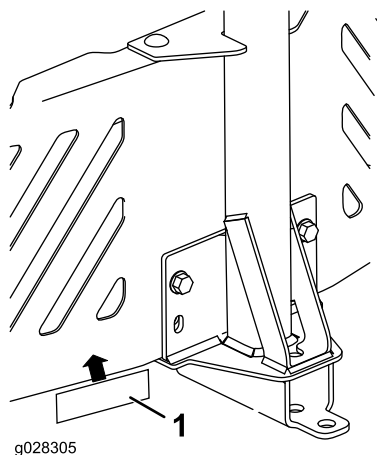

Figura 13
4. Attaccate l'adesivo della barra di traino a 1,3 cm alla sinistra del supporto dell'attrezzo (Figura 13).